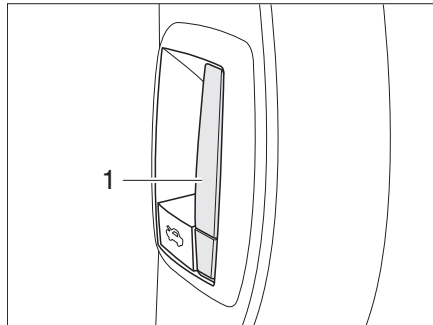

Bild 29 Låsspak motorhuv insida
- Drag i spaken (Bild 29,1) på instrumentbrädan på fordonets vänstra sida. Motorhuv